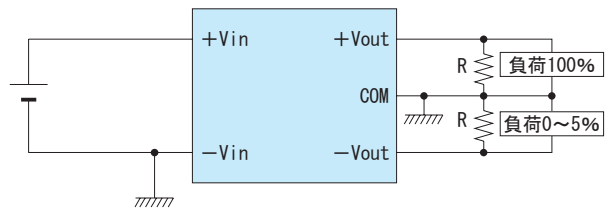

図10.1 負荷アンバランス時の出力上昇対策例
■図10.1に示すように片側負荷が0～5%となるような負荷アンバランスになる場合、負荷率の低い側の出力電圧が20%以上上昇する場合がありますので、出力端子間にブリーダー抵抗Rなどを外付けしてください。